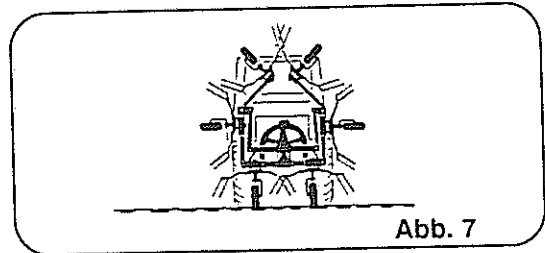

Abb. 7
1. Absenken auf den Boden (Abb. 7).